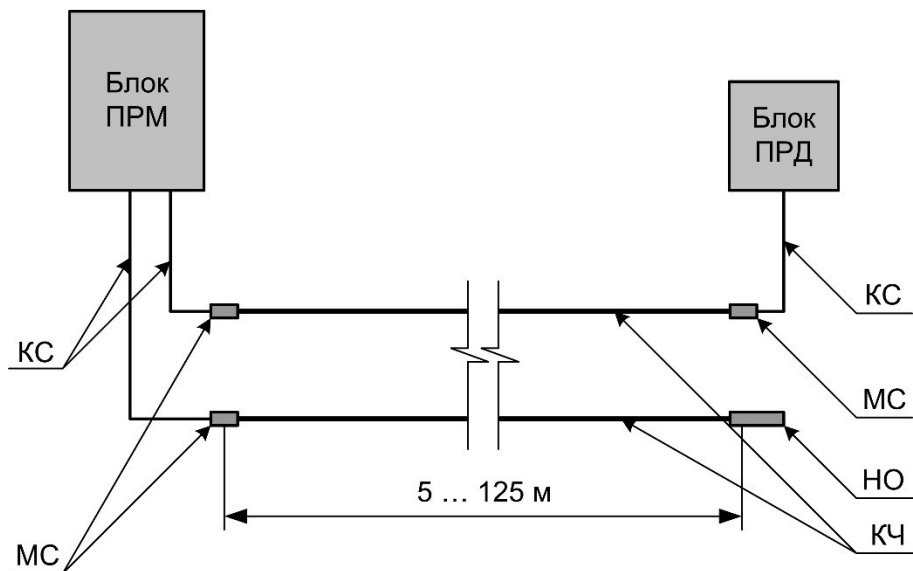

Рисунок 4.1- Структурная схема «ТРЕЗОР-Р01»
- одноканальный «ТРЕЗОР-Р01» ТРДУ.425142.003-01 (рис. 4.1) для блокирования периметра протяженностью до 125 м (один фланг от 5 до 125 м);